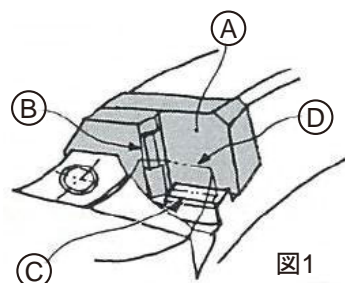
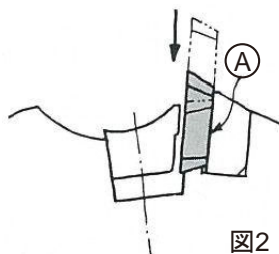

図1
図2
(1) 清掃
- 図1のインサート取付部(シート面(A)、サポータ面(B)、本体面(C)、クサビ面(D))をエアブローにより清掃してください。
(2) インサート取付け
- 図2のようにインサートをシート面(A)に沿って下に滑り下ろしてください。